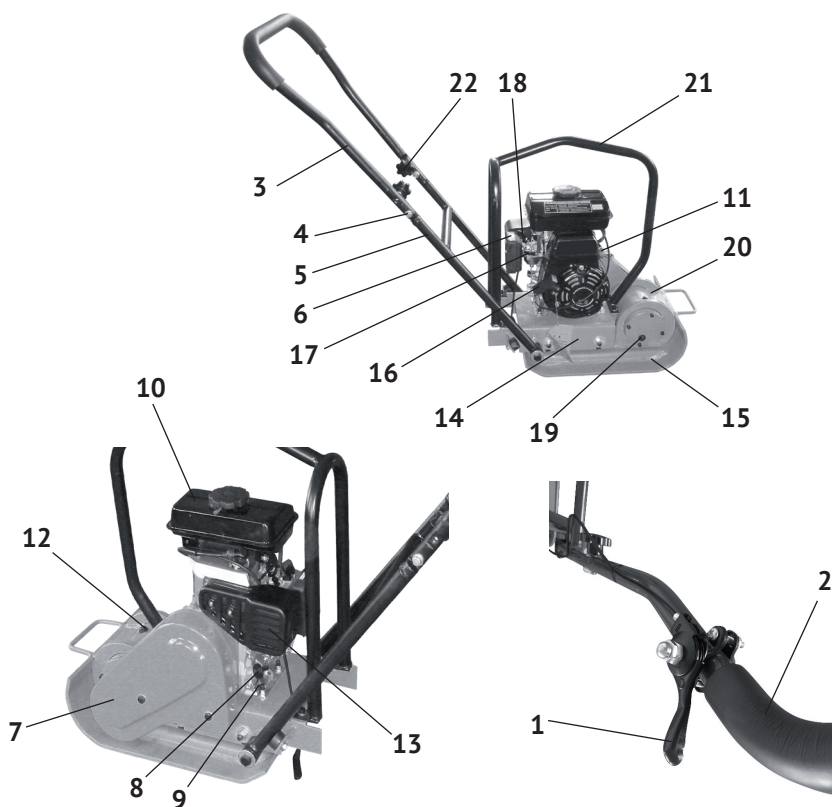

рис.1
2.4 Общий вид виброплиты представлен на рис.1
Основным несущим узлом виброплиты является цельнометаллическая основа (рис.1 поз.15), выполненная заодно с корпусом вибратора, имеющая форму широкой «лыжи» с загнутыми краями. Сверху на основание плиты крепится, с использованием виброамортизаторов (резиновых подушек), платформа двигателя (рис.1 поз.14). Платформа двигателя – сварная конструкция, являющаяся базовым узлом, на которую крепятся: двигатель с приводом, рукоятка управления и кожух ремённой передачи.
В корпус вибратора (рис.1 поз.20), на подшипниках, смонтирован эксцентриковый вал, закрытый с торцов крышками. На выходном конце вала закреплён шкив ремённой передачи.
При вращении эксцентрикового вала вибратора создается центробежная сила, приводящая к вибрации основания (рис.1 поз.15). Амплитуда колебаний в передней части виброплиты больше, чем сзади, что приводит к движению виброплиты вперёд.
Открутите крышку топливного бака (рис.1 поз.10). Заливайте бензин в топливный бак не более чем на 1 см ниже уровня основания заливной горловины. Перед запуском двигателя тщательно протрите крышку бензобака, удалив возможные при заправке брызги топлива.
- медленно потяните за ручку стартера (рис.1 поз.16) до появления сопротивления, а затем резким движением вытяните трос на всю длину. Повторите действие ещё раз, если двигатель не завёлся;